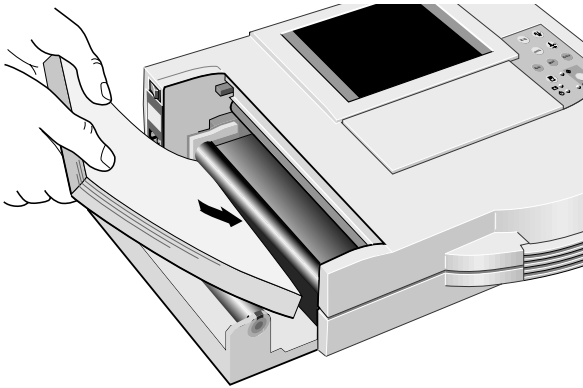

Bild 10-2. Einlegen des neuen Faltbuchs
- * Entfernen Sie den oberen Karton des neuen Faltbuchs und legen Sie das neue samt Kartonunterlage mit dem Pfeilaufdruck voran in das Gerät (Bild 10-2).